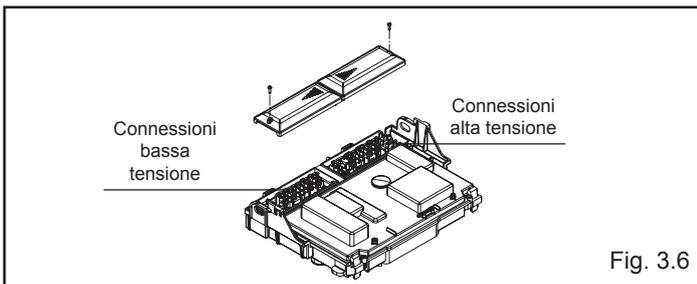

Fig. 3.6
- aprire i coperchietti morsettiere facendoli scorrere nel senso delle frecce (fig. 3.6).